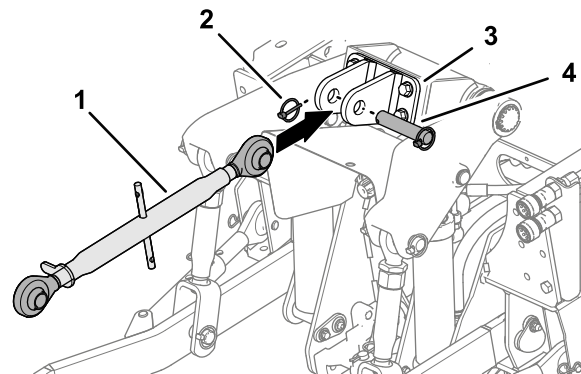

Figura 16
3. Si se retira, instale el acoplamiento de 3 puntos superior (Figura 16) a la unidad de tracción.